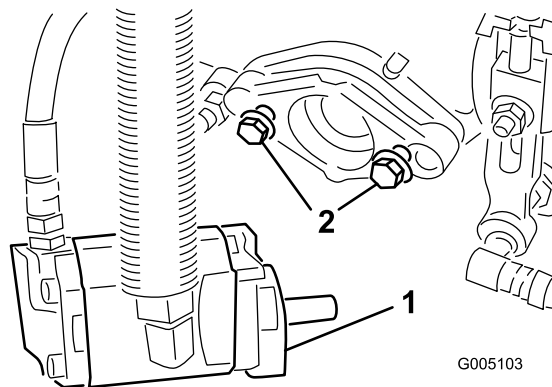

Figura 11
- Montate i bulloni di montaggio (forniti con l'apparato di taglio) del motore principale del cilindro su ciascun apparato di taglio. Lasciate sporgere 13 mm circa di filetto dei bulloni di montaggio (Figura 11).
11. Serrate i bulloni di fissaggio (Figura 11).